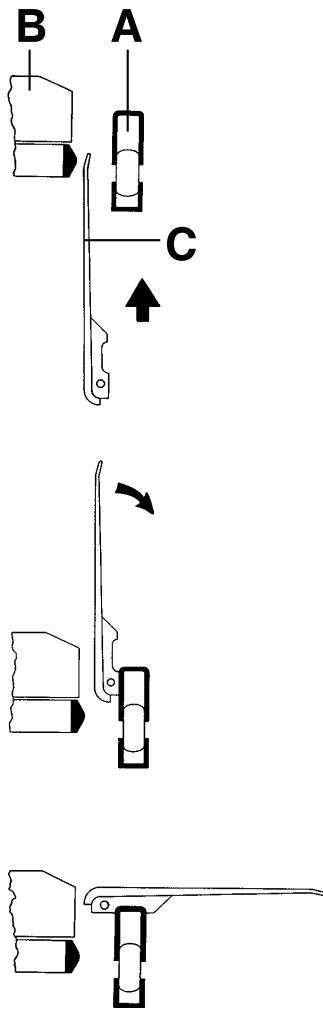

Figura 6 – Transfiera al paciente
2. Baje la barra lateral (A) a la posición más baja (Figura 6).
3. Suba el soporte para transferencia (C) desde la parte inferior mientras levanta desde la parte superior.
Nota - El soporte para transferencia (C) se encuentra entre la barra lateral (A) y el colchón (B) (Figura 6).